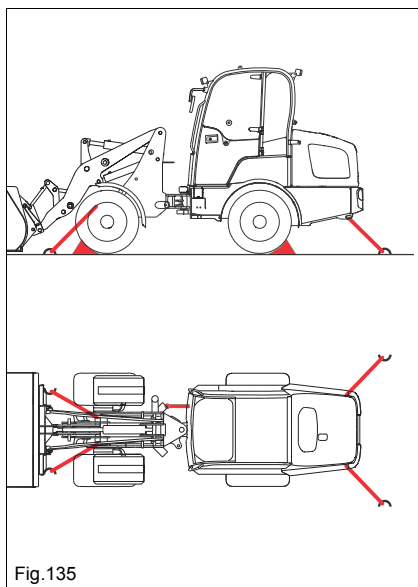

Fig.135
4. Fastsur køretøjet som vist i *Fig. 135*.